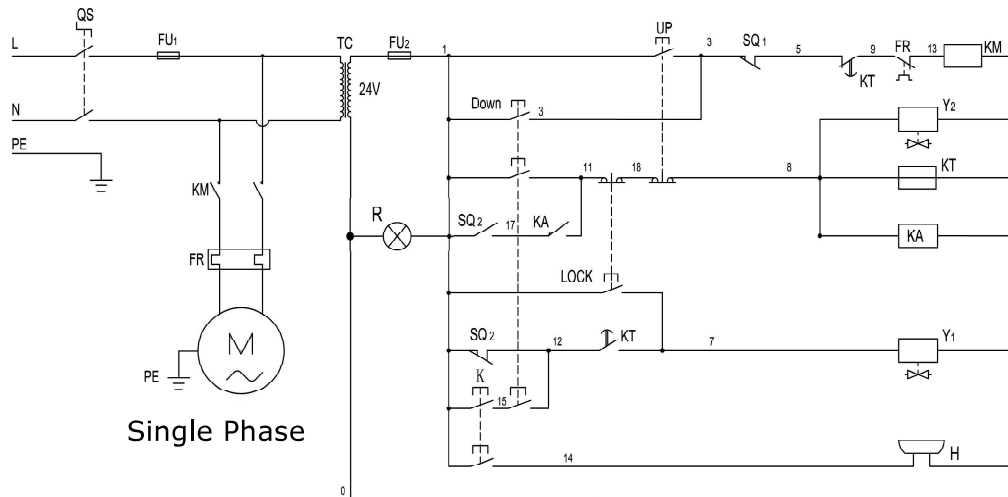

Fig. 15
3.2 Circuit Diagram (See Fig. 15).